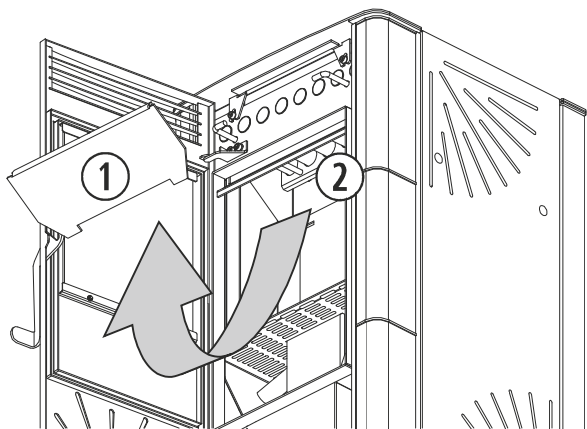
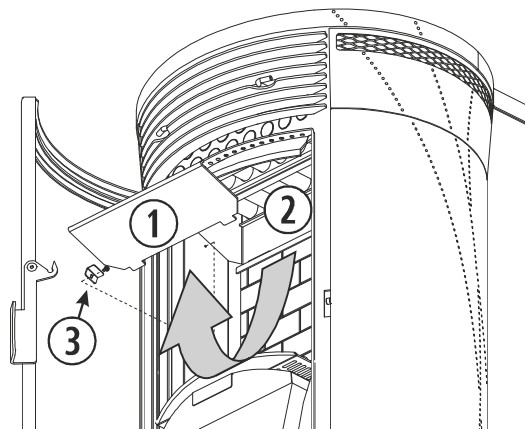

Figura 11
Figura 12
Nos modelos Venus (*figura 11*) e Atenas (*figura 12*), devemos realizar uma ação de limpeza a maiores sobre o permutador de calor (②), esta ação terá uma frequência semanal. Para ter um melhor acesso ao permutador e poder limpá-lo de forma exaustiva, no modelo Venus devemos empurrar para cima a placa superior da grade (①), até desencaixar as patilhas que a fixam à placa central e puxá-la. Ao finalizar, colocamos de novo a placa superior, assegurando-nos de que as patilhas ficam corretamente encaixadas. No modelo Atenas, a placa superior (①) está ainda fixada com uma chapa e um parafuso (③) a cada lado, que devemos retirar, e repetir os passos descritos para a Venus.